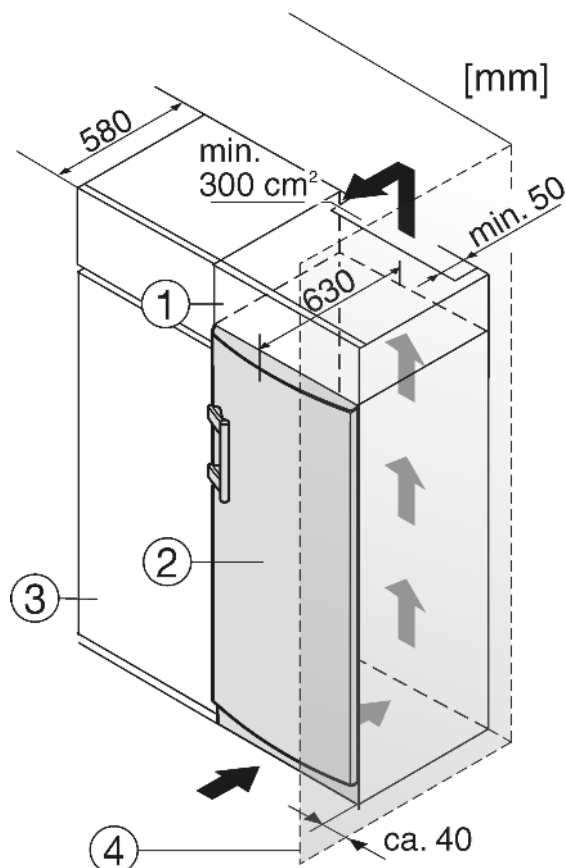

Fig. 8
- (1) Opbouwkast
- (2) Apparaat
- (3) Keukenkast
- (4) Wand
Bij ombouw met keukenkasten (max. diepte 580 mm) kan het apparaat direct naast de keukenkast Fig. 8 (3) worden opgesteld. De apparaatdeur springt opzij 34 mm en in het midden van het apparaat 50 mm uit ten opzichte van het keukenkastfront. Hierdoor is de deur zonder problemen te openen en sluiten.
Plaats u het apparaat met de scharnierkant naast een muur Fig. 8 (4), dan moet de afstand tussen apparaat en muur minstens 40 mm bedragen. Dit in verband met het uitsteken van de deurgreep bij een geopende deur.